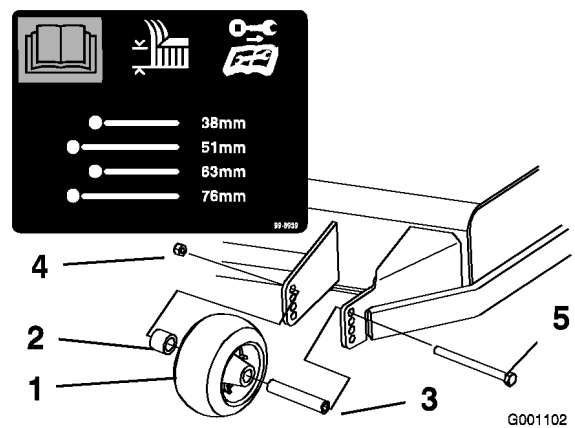
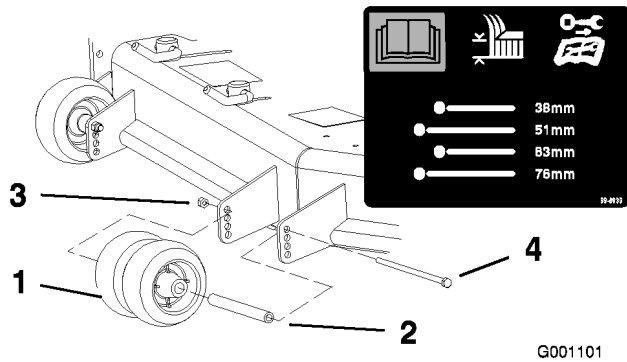
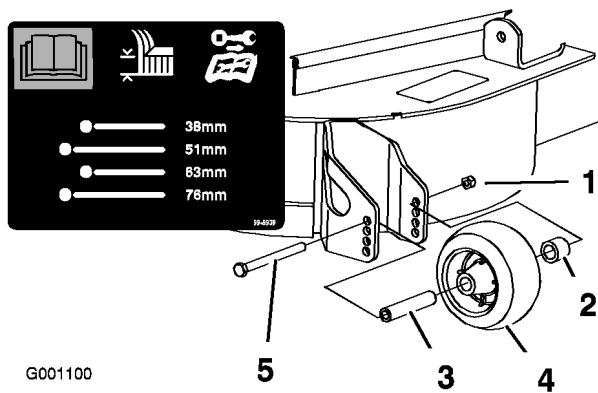

Bild 18
Bild 19
Bild 20
3. Nach dem Einstellen der Schnitthöhe sollten Sie die Rollen einstellen. Nehmen Sie die Bundmutter, die Büchse, das Distanzstück und die Schraube ab (Bild 18, Bild 19 und Bild 20).
Hinweis: Die beiden mittleren Rollen haben keine Distanzstücke (Bild 19).
5. Setzen Sie die Bundmutter, die Büchse, das Distanzstück und die Schraube ein. Ziehen Sie die Befestigungsteile mit 54-61 Nm an (Bild 18, Bild 19 und Bild 20).